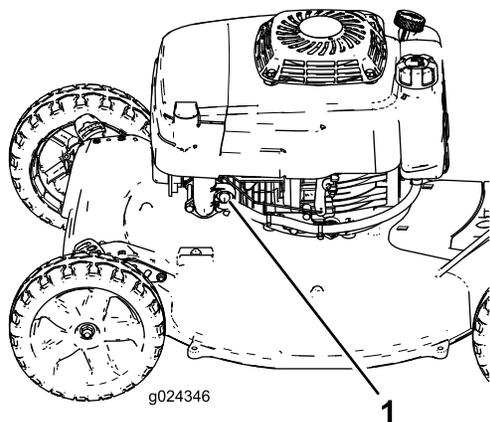

Figura 15
2. Premete con decisione l'iniettore (Figura 15), tenendo la lampada dell'iniettore per 1 secondo.